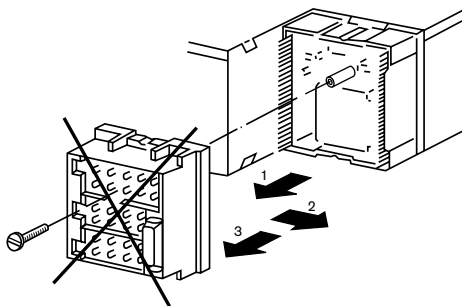

Fig. 14
2. Retirar a caixa de ligações, fig. 14.